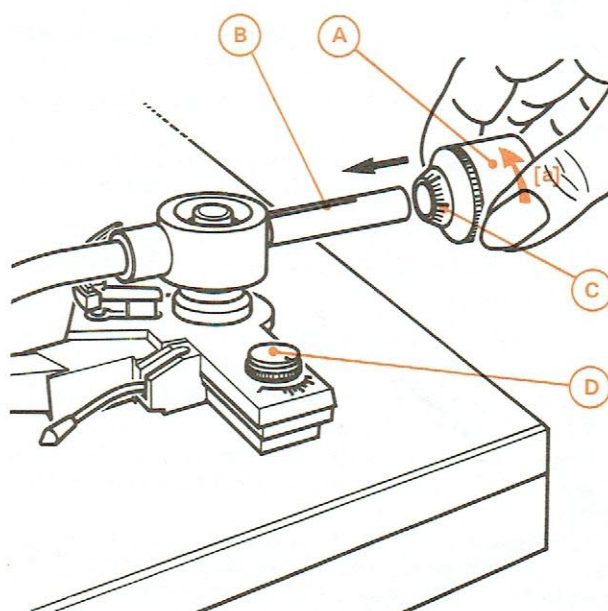

Fig. 8
B. EQUILIBRAGE DU BRAS (Fig. 8).
- 3° - Engager le contrepoids (A) sur l'extrémité libre du bras, en le tournant dans le sens de la flèche (a).
- 5° - Visser ou dévisser le contrepoids (A) pour amener le bras à l'horizontale.
C. REGLAGE COMBINE « FORCE D'APPUI ET COMPENSATION DE LA FORCE CENTRIPÈTE (ANTISKATING) » (Fig. 8)